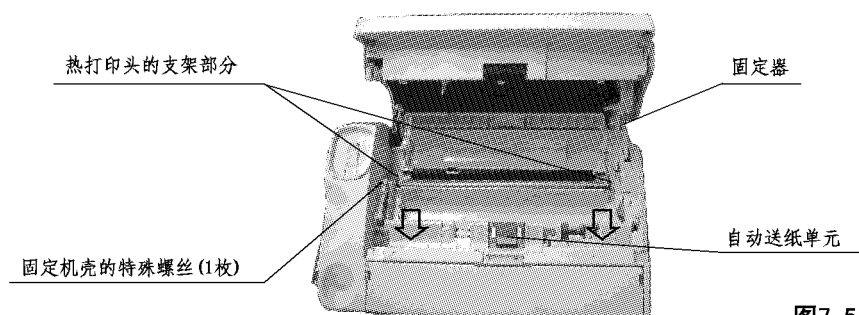

图7-5
- d) 拆卸侧盖固定螺丝 (1枚) (图7-5)。
- e) 从底壳中拆卸固定器 (图7-5)。
- f) 拆卸固定机壳的特殊螺丝 (1枚) (图7-5)。
(3) M2电路板/LCD的拆卸方法
- a) 从底壳中拆卸固定器 (图7-5)。
(2) 更换打印头
a) 请按箭头方向按压热打印头两端的固定钩部分，卸下热打印头（图7-5）。